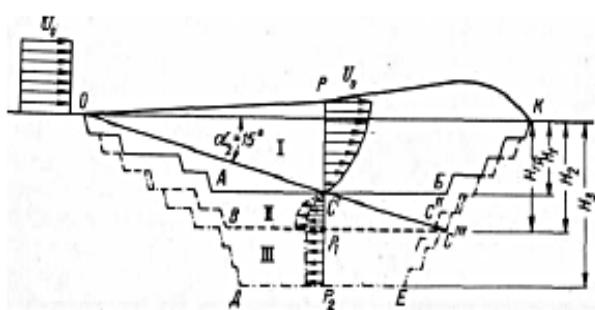

Рис. 2. Схема к определению основных этапов отработки карьера в зависимости от эффективности его естественного проветривания:
Основные этапы отработки карьера, исходя из схем его естественного проветривания могут устанавливаться графическим и аналитическим способами. Графический способ хотя и более трудоемок по сравнению с аналитическим, однако он более нагляден. Для решения этой задачи на плане карьера в отрабатываемом проектном контуре строятся характерные вертикальные профили, проходящие через его глубокую часть (рис. 2). Критерием оценки эффективности проветривания является безразмерная величина:
Из рис. 2 и формулы (1) следует, что при различном сочетании $H_{\text{тр}}$ и H величина \bar{H} может иметь разные значения в диапазоне $0 \geq \bar{H} \leq 1$. Исходя из эффективности естественного проветривания с учётом влияния вредных примесей на уровень загрязнения атмосферы карьера, основные этапы его отработки соответствующим глубинам, определяемым величиной \bar{H} : первый этап — $\bar{H} > 0$; второй — $0,5 > \bar{H} > 0$; третий — $\bar{H} < 0$.
На первом этапе отработки объем $OABC'O$ (рис. 2) проветривается по прямоточной (при $\beta_n \leq 15^\circ$) или рециркуляционно-прямоточной схеме (при $\beta_n > 15^\circ$). При этом его большая часть находится в зоне действия прямых потоков воздуха, а рециркуляцией охвачен сравнительно небольшой объем ($OAC'C'O$), примыкающий к подветренному борту карьера. Вследствие этого загрязнения атмосферы не возникают или их уровень незначителен, а скорости воздушного потока у поверхности уступов и дна карьера при среднегодо-